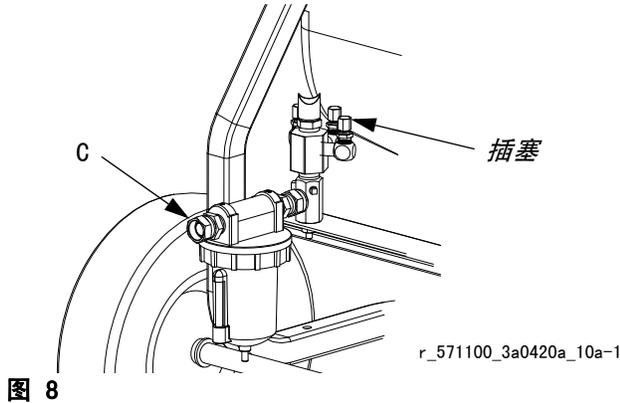

图 8
2. 必要时卸下插塞以安装溶剂泵和供料泵空气软管。有关设置说明请参见泵手册。请参见图 8。